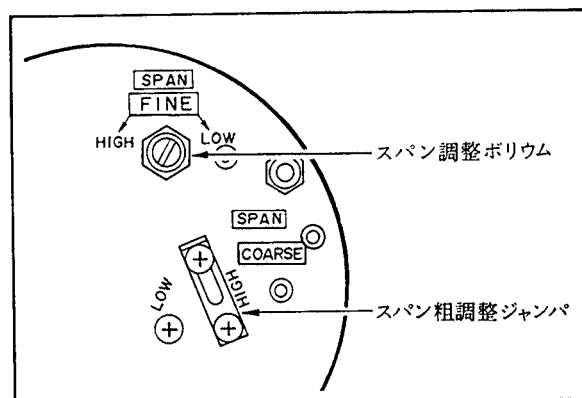
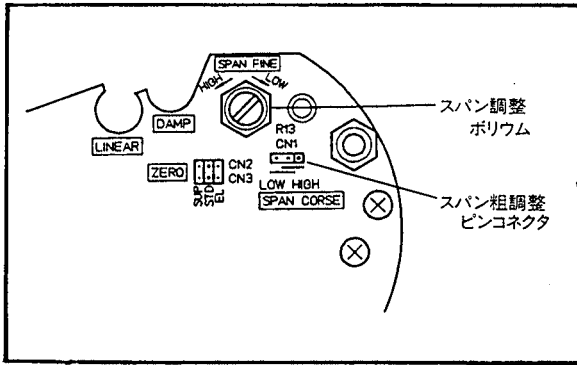

図6.3.1 スパン調整部(I形アンペアユニット)
図6.3.2 スパン調整部(II形アンプユニット)
- (1) 測定レンジの0%を正方向に遷移している場合は、遷移量を零にします(6.6項参照)。
- (2) スパン粗調整ジャンパ(またはピンコネクタ)をHIGHの位置に固定します(図6.3.1および図6.3.2参照)
- (2) スパン粗調整ジャンパ(またはピンコネクタ)を、HIGHまたはLOWのいずれかに固定します(図6.3.1および図6.3.2参照)。